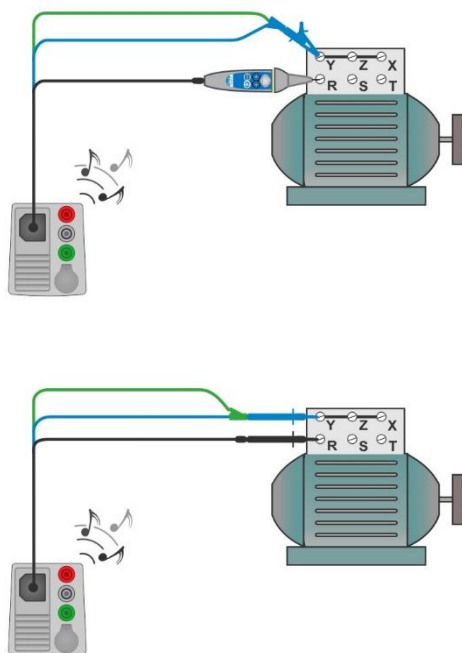

Abbildung 7.29: Anwendungen Commander-Prüfspitze und 3-Leiter Prüfadapter
- › Schließen Sie die Prüflleitungen am Prüfling an, siehe **Abbildung 7.29**.